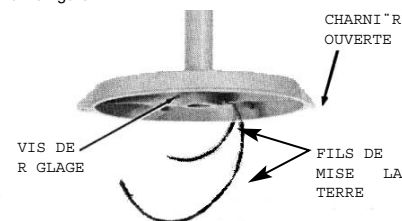

FIGURE 1
• Suspension, montant et garniture quadruple : Mettez en place solidement sur le conduit de grosseur NPT appropriée. Fixez solidement la vis de réglage située dans l'entrée du conduit. Voir la figure 1.